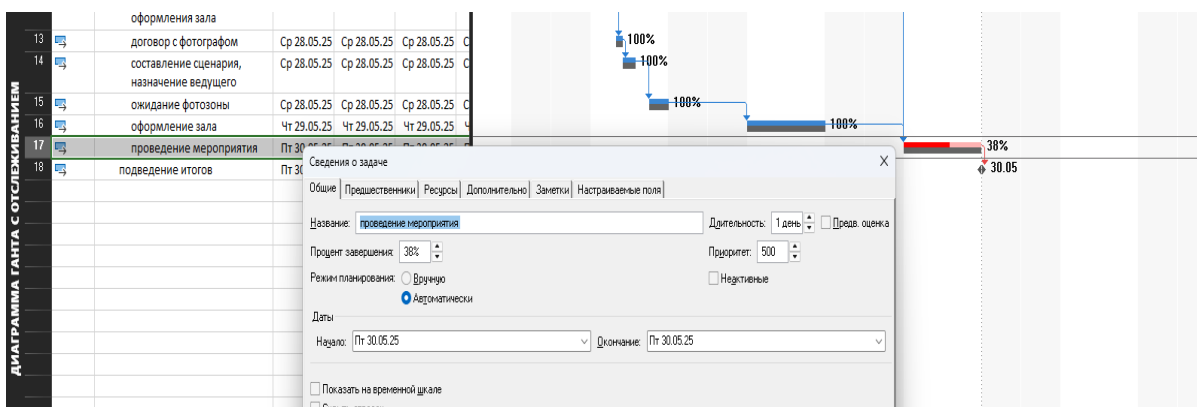

Рис. 27. Ввод процента завершения в окне свойств задачи
2. В окне свойств задачи на вкладке *Общие* заполнить поле *Процент завершения* (рис. 27).